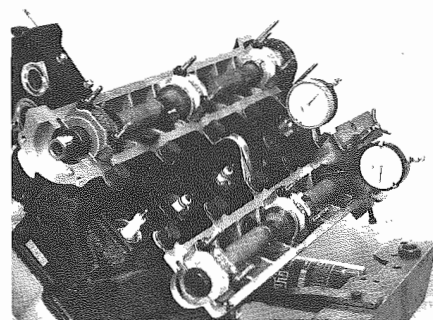

Fig. 146 - Montare il comparatore n. 42
- Montare un comparatore sul foro candela 1 e l'apposito comparatore n. 42 sulla valvola di aspirazione (**Fig. 146**).
- Fit a dial gauge on the spark plug hole 1 and a proper gauge No. 42 on intake valve (**Fig. 146**).